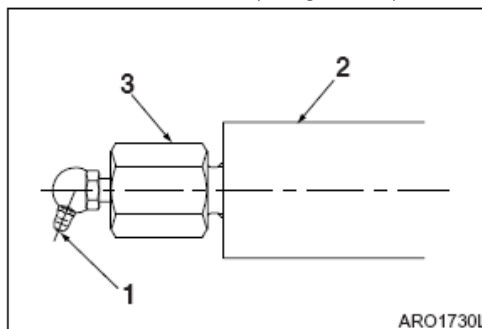

Figura 102
5. Los ajustes de la tensión de las orugas se efectúan a través de los orificios de engrase (1, Figura 102) situados en la parte central de cada uno de los bastidores laterales. Añadiendo grasa se incrementa la longitud del cilindro de ajuste (2). Cuanto más largo sea el cilindro de ajuste, mayor será la presión que el resorte tensor transmitirá a la polea guía responsable del avance de las orugas.
6. Si no existe suficiente huelgo o espacio entre las orugas y el ajuste está demasiado apretado, la polea guía y el cilindro de ajuste pueden retraerse derramando grasa a través del agujero en el cilindro de ajuste (2, Figura 102), soltando
la válvula lentamente (3, Figura 102).
No suelte o retire el engrasador (1, Figura 102) hasta que la presión se haya liberado completamente soltando la válvula (3, Figura 102) lentamente.